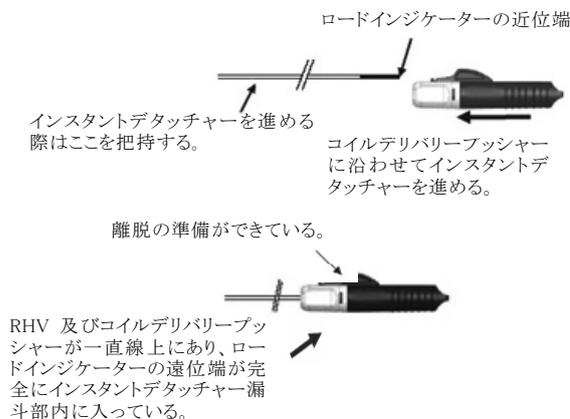

図 3
- 13) ロードインジケータの遠位端部でコイルデリバリープッシャーを把持し、インスタントデタッチャーに取り付け、ロードインジケータ部がインスタントデタッチャーのプッシャー挿入口に完全に挿入し、しっかりと固定する(図 3 参照)。
注意: 図 4 のようにロードインジケータがまだ見えている場合、図 3 のようにコイルデリバリープッシャーが完全に差し込まれるまで、インスタントデタッチャーをさらに進めること。